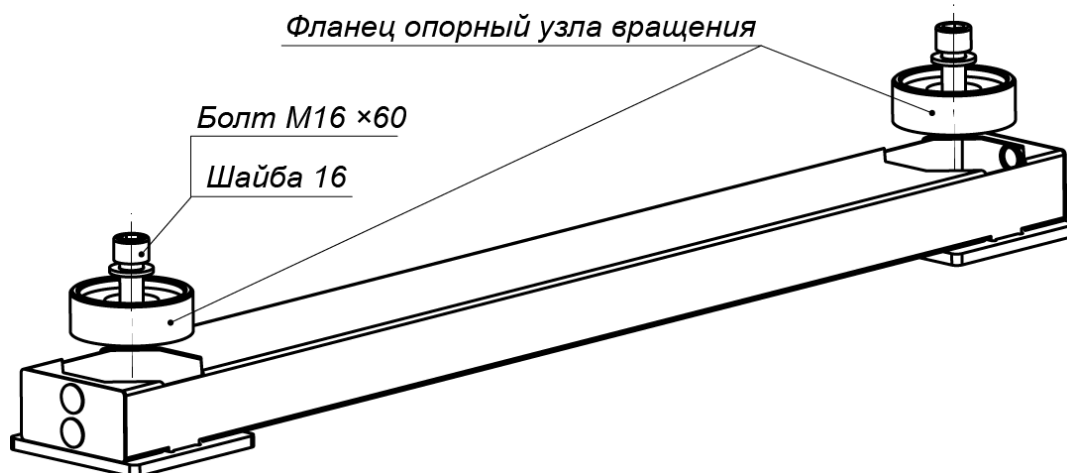

Рисунок 13. Крепление нижней опоры на установочной поверхности
10. Распакуйте нижнюю опору роторов (11) (ящик №6) и установите ее на отверстия с анкерами M16 в установочной поверхности (см. рис. 13). Распакуйте нижние узлы вращения роторов (3) (вставлены в нижнюю опору). В соответствующие места опоры вставьте фланцы опорные узлов вращения роторов и закрепите нижнюю опору на установочной поверхности двумя анкерными болтами M16×60 с шайбами (в комплект поставки не входят).